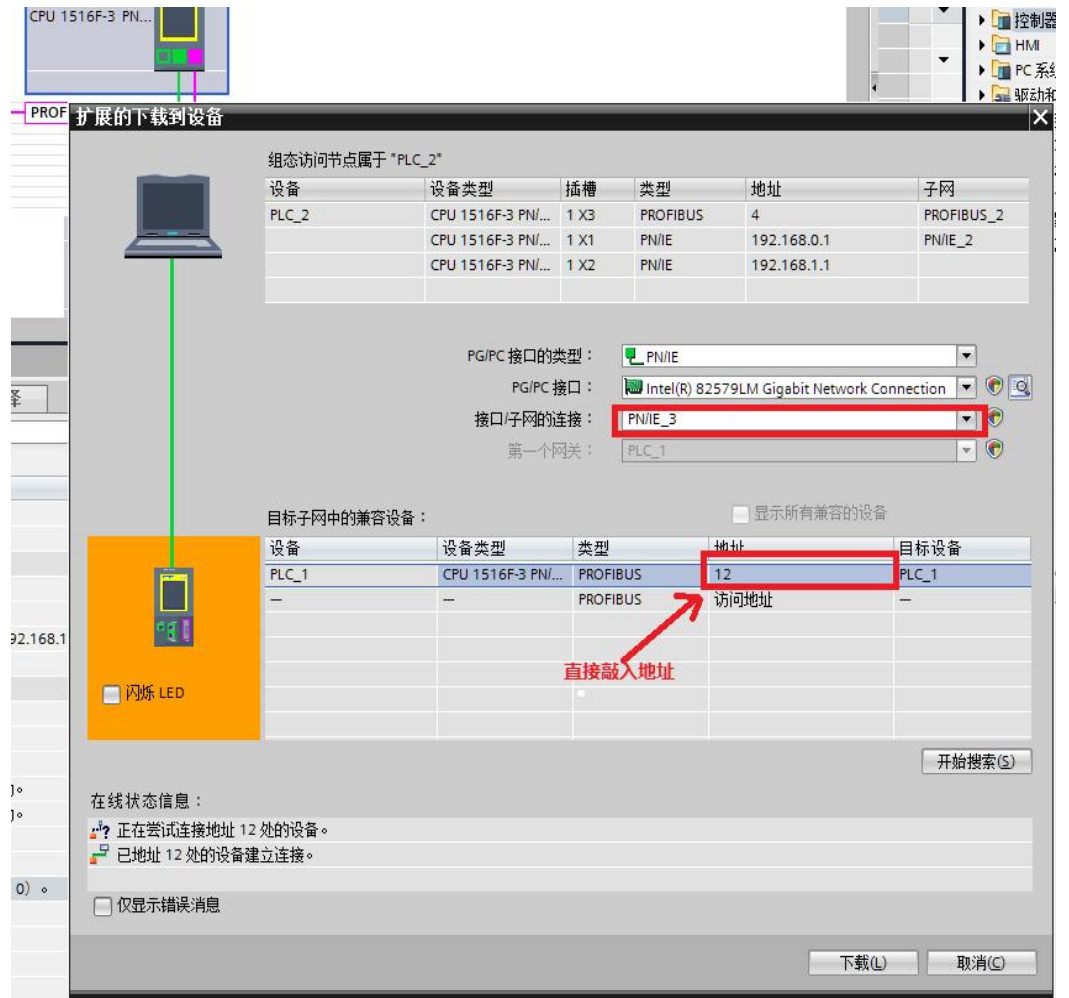

图 2-6 波特率匹配时使用 S7 路由对 PLC\_2 下载
2. 实际 PLC\_2 的 DP 接口波特率与硬件配置的一致（即此时与 PLC\_1 的一致），但站地址不同，则可以在下载窗口中直接敲入实际的站地址。比如本例中 PLC\_2 硬件配置的站地址为 4，波特率为 1.5M，实际硬件的站地址为 12，波特率同样为 1.5M，则可以直接在地址处敲入 12，则 TIA 博途会自动尝试与地址 12 处的设备建立连接，可以路由到 PLC\_2，然后就可以进行下载，如图 2-6 所示。